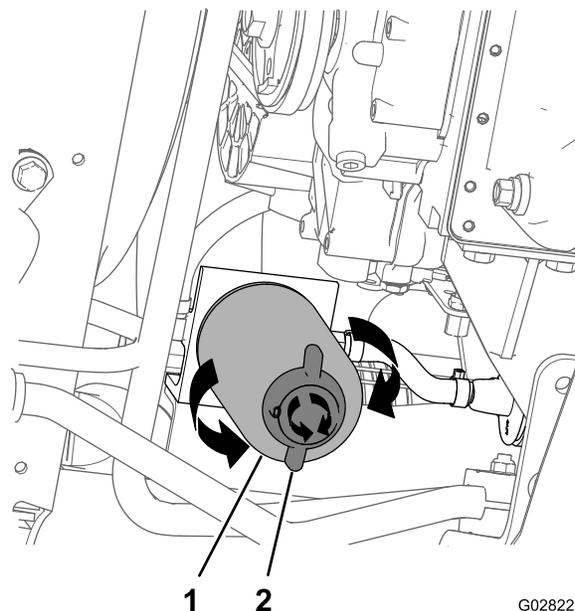

Figura 76
4. Coloque un recipiente de vaciado debajo del filtro de combustible; consulte Figura 76, en Sustitución del elemento del separador de agua \(página 63\).
2. Coloque un recipiente de vaciado debajo del filtro del separador de agua (Figura 76).
3. Gire la válvula de vaciado de la parte inferior del filtro del separador de agua en sentido antihorario (Figura 76).
4. Limpie la zona alrededor del filtro del separador de agua, y del adaptador de montaje del filtro (Figura 76).
5. Retire el filtro del separador de agua (Figura 76).
9. Asegúrese de que la válvula de vaciado de la parte inferior del filtro del separador de agua está firmemente apretada en sentido horario (Figura 76).